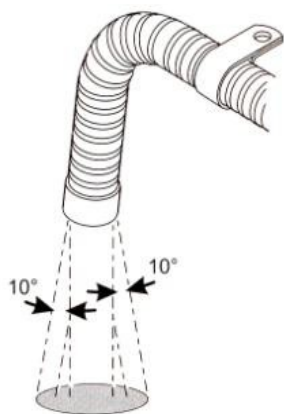

Рис. 23
4.6.6 В процессе работы печки выхлопная труба нагревается до высокой температуры. При установке убедитесь, что она проходит достаточно далеко от пластиковых частей или других частей корпуса транспортного средства обладающих небольшим тепловым сопротивлением. Выхлопная труба должна быть тщательно закреплена. Выхлопная труба должна быть расположена перпендикулярно поверхности дороги под углом  $90^{\circ} \pm 10^{\circ}$ . Для того чтобы гарантировать такой угол фиксирующий зажим должен располагаться на расстоянии 150 мм от конца трубы (Рис. 23).